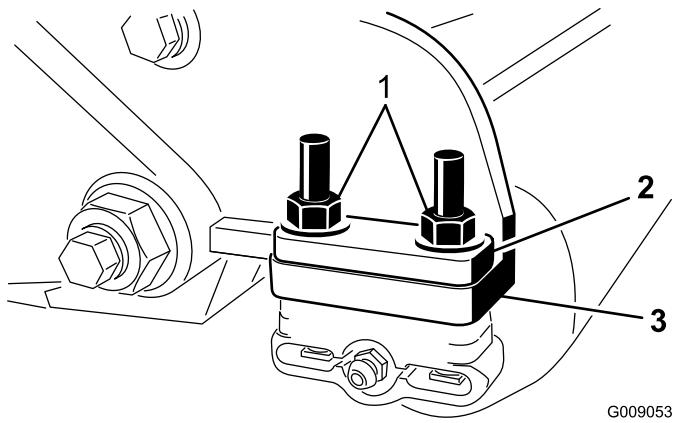

図 23
9. 各ローラブラケットをサイドプレートに固定している2個のナットを外す図 23。ボルトは外さないこと。